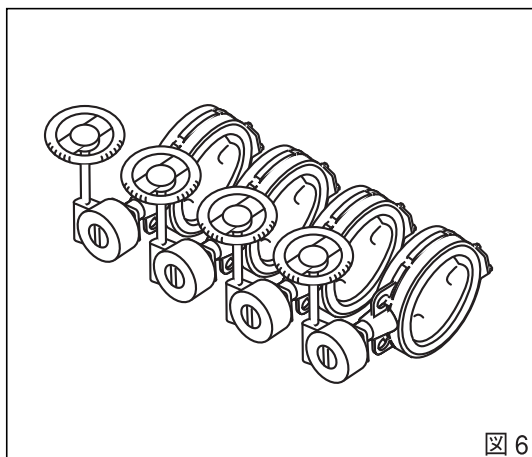

図 6
- 開梱保管：開梱された状態で保管される場合は、本体および駆動部に無理な力がかからない状態で保管ください。また、必ずシートをかけ、ホコリなどを防いでください。（図6）